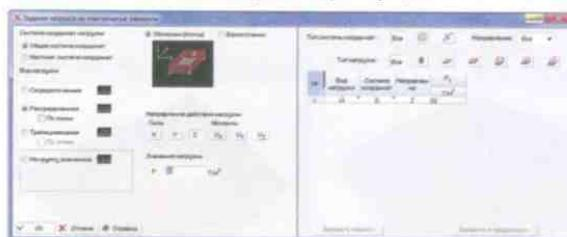

Рис. 4.7-11. Диалоговое окно Задание нагрузок на пластинчатые элементы
- в диалоговом окне **Задание нагрузок на пластинчатые элементы** (рис. 4.7-11) в группе **Вид нагрузки** активировать маркер **Распределенная**;